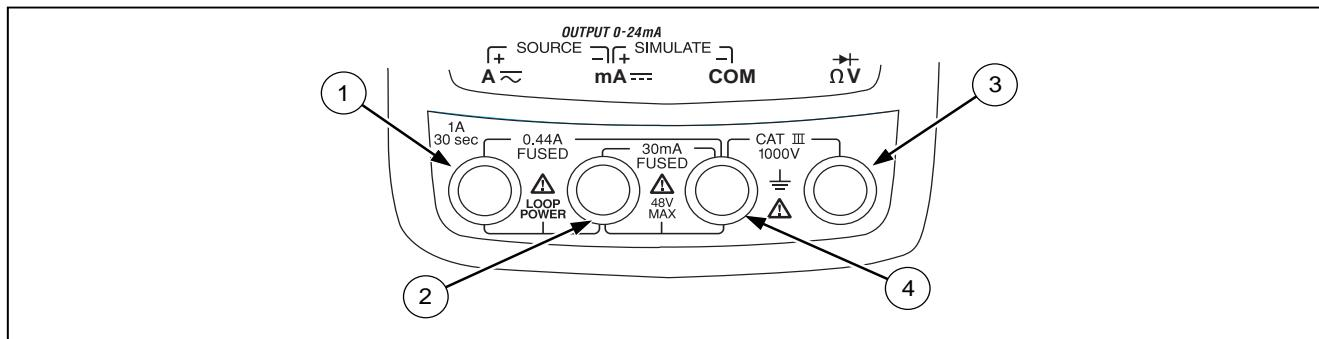

Figure 2. Jacks d'entrée/sortie
- La figure 2 et le tableau 2 décrivent les jacks d'entrée/sortie.